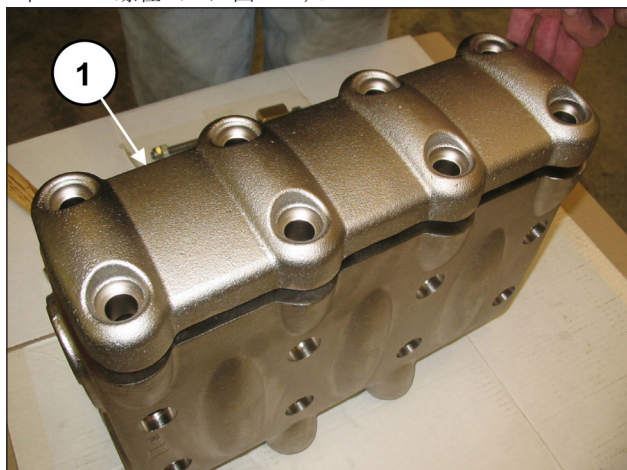
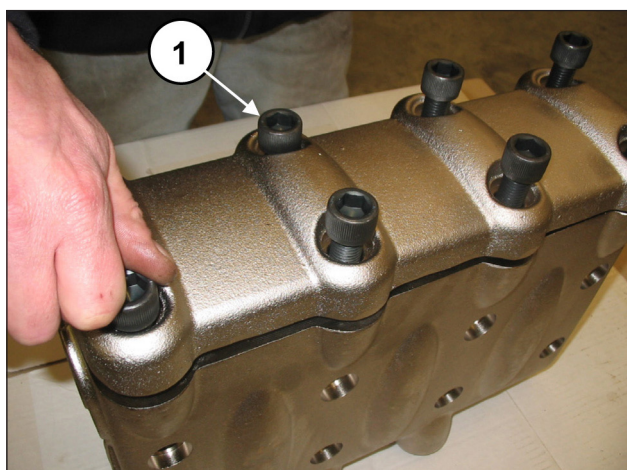

图 126
图 127
将阀塞连同O形圈和抗挤压环插入。阀组和阀塞的安装结束后，盖上阀盖（①，图 126）并拧紧8个M16x55螺栓（①，图 127）。